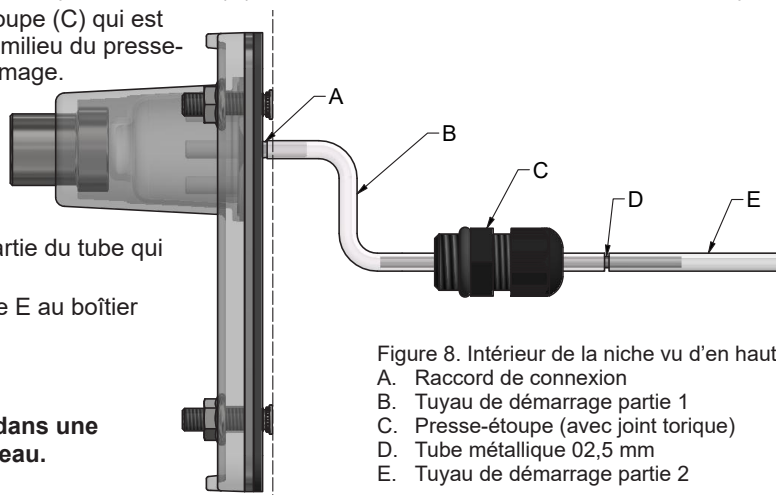

Figure 8. Intérieur de la niche vu d'en haut.
1. Coupez un morceau du tuyau fourni pour la partie 1 du tuyau de démarrage (B), la partie intérieure, voir la figure 8. Gardez à l'esprit que la longueur du tuyau doit tenir compte des possibilités d'entretien futures, avec ou sans qu'il faille abaisser le niveau d'eau de la piscine.
2. Montez la partie 1 du tuyau de démarrage sur le raccord de connexion (A) dans la niche.
3. Enfilez l'autre extrémité du tuyau de démarrage sur le tuyau métallique (D) et laissez environ un tiers du tube sortir du tuyau.
4. Enfilez le tuyau avec le tube à travers le presse-étoupe (C) qui est inséré dans le bouchon. Le tube doit être placé au milieu du presse-étoupe avec un peu de tuyau B à l'extérieur, voir l'image.
7. Enfilez le tuyau de démarrage partie 2 (E) sur la partie du tube qui dépasse du presse-étoupe.